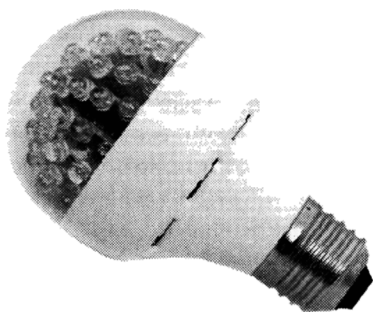

Рис. 2.34. Светодиодная лампа
**Светодиодные лампы** — этот продукт высоких технологий появился в 1962 г. С той поры светодиодные лампы стали постепенно внедряться на рынок осветительной продукции (рис. 2.34). Светодиод по принципу действия — это самый обычный полупроводник, у которого часть энергии в переходе  $p-n$  сбрасывается в виде фотонов, то есть видимого света. Такие лампы имеют просто потрясающие характеристики. Они превосходят ЛОН по всем показателям: долговечности, светоотдаче, экономичности, прочности и т. д. Есть лишь один параметр, который сдерживает широкое распространение этого чуда техники, — цена. Она приблизительно в 100 раз превосходит цену обычной лампы накаливания. Однако работа над этими необычными источниками света продолжается, вполне возможно, что скоро они станут гораздо дешевле.